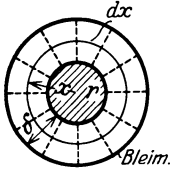

Abb. 72. Kapazität eines Einleiterkabels.
2. Einleiterkabel. Es sei  $Q$  die Elektrizitätsmenge auf der Oberfläche des Innenleiters von  $l$  cm Länge (senkrecht zur Papierebene Abb. 72), so verteilt sich diese gleichmäßig über die Oberfläche des zylindrischen Leiters und die Feldlinien sind Radien, die ihren Anfang auf der Leiteroberfläche und ihr Ende auf dem Bleimantel haben. Die Oberfläche eines Zylinders mit dem Radius  $x$  ist  $F = 2\pi xl$ , somit die Feldliniendichte auf dieser Oberfläche